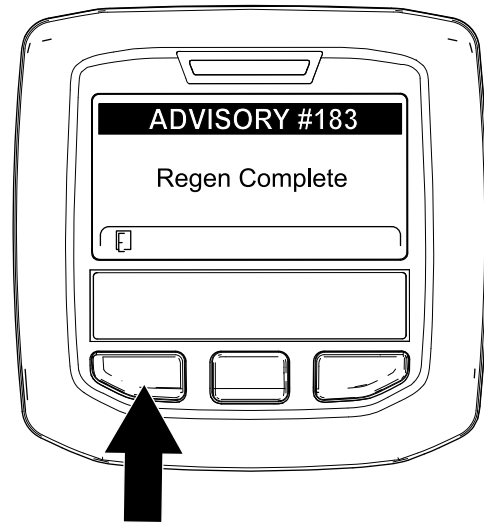

Figure 68
9. Quand le calculateur moteur achève une régénération en stationnement ou d'urgence, l'InfoCenter affiche ADVISORY #183 (avis n° 183) (Figure 68). Appuyez sur le bouton gauche pour quitter l'écran d'accueil.